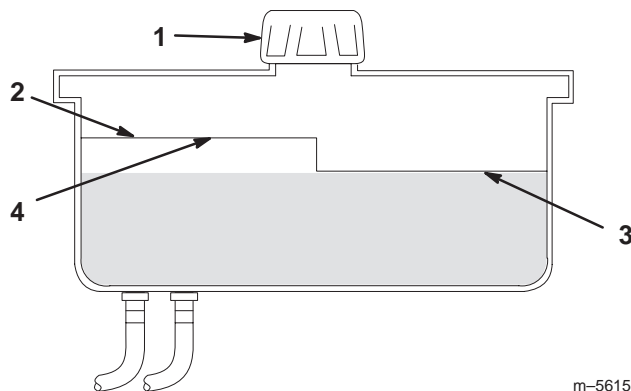

Figure 54
2. Nettoyez la surface autour du goulot de remplissage du réservoir hydraulique (Fig. 54).
3. Enlevez le bouchon du goulot de remplissage et vérifiez si le réservoir contient du liquide (Fig. 54).
Remarque : Lorsque l'huile est chaude, le niveau de liquide doit atteindre le haut du repère **à chaud** sur le déflecteur (Fig. 54).